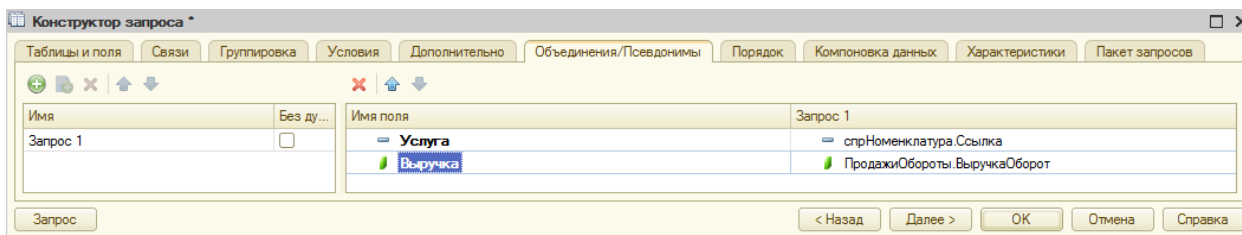

Рисунок 72 Вкладка **Объединение/Псевдонимы**
9. На вкладке **Объединение/Псевдонимы** Ссылка будет иметь псевдоним *Услуга*, а поле регистра – *Выручка* (рис. 72):